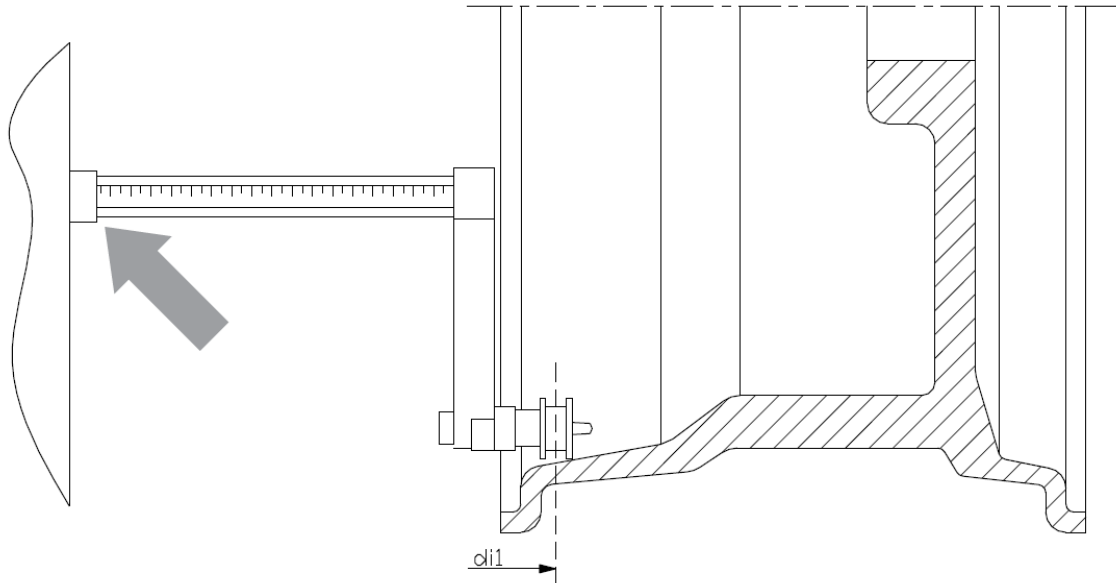

Figure F3.5 – Manuelle Erfassung des Abstands der internen Ebene für ALS2
3. Für ALS2 platzieren Sie den Messarm auf der Ebene für das interne Gewicht, wie in Bild F3.5